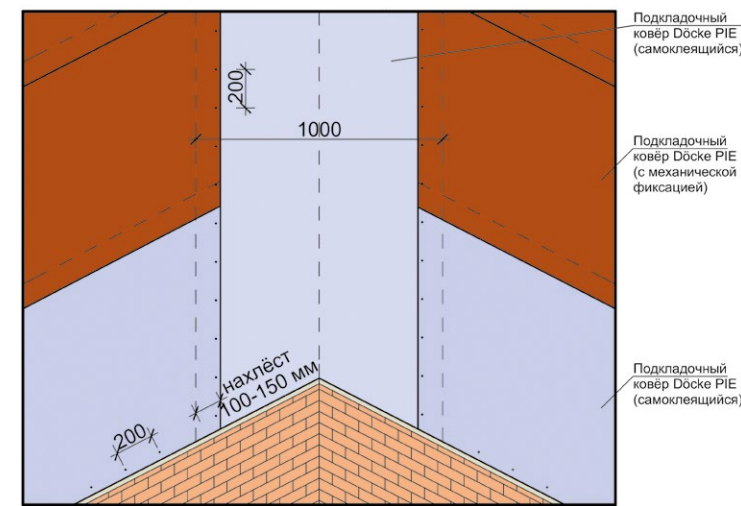

Рис. 12. Схема монтажа подкладочного ковра в ендове и на смежных скатах.
4.1.2 В первую очередь укладываются подкладочные ковры Döcke в месте устройства ендовы, если такая имеется. Укладка подкладочного ковра в ендове показана на рис. 12.